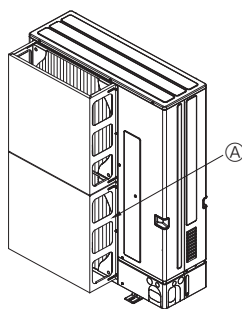

Fig. 2-4
- ② Установите дополнительный воздуховод, если прибор установлен в месте, где сильный ветер от тайфуна и т.д. может попадать непосредственно в вентиляционную решетку. (Fig. 2-4)